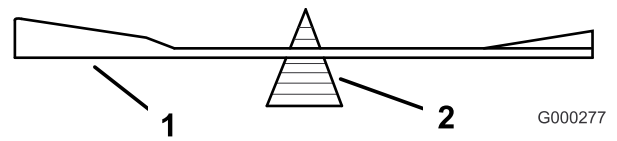

Figure 84
2. Vérifiez l'équilibre de la lame en la plaçant sur un équilibreur (Figure 84). Si la lame reste horizontale, elle est équilibrée et peut être utilisée. Si la lame est déséquilibrée, limez un peu l'extrémité de la partie